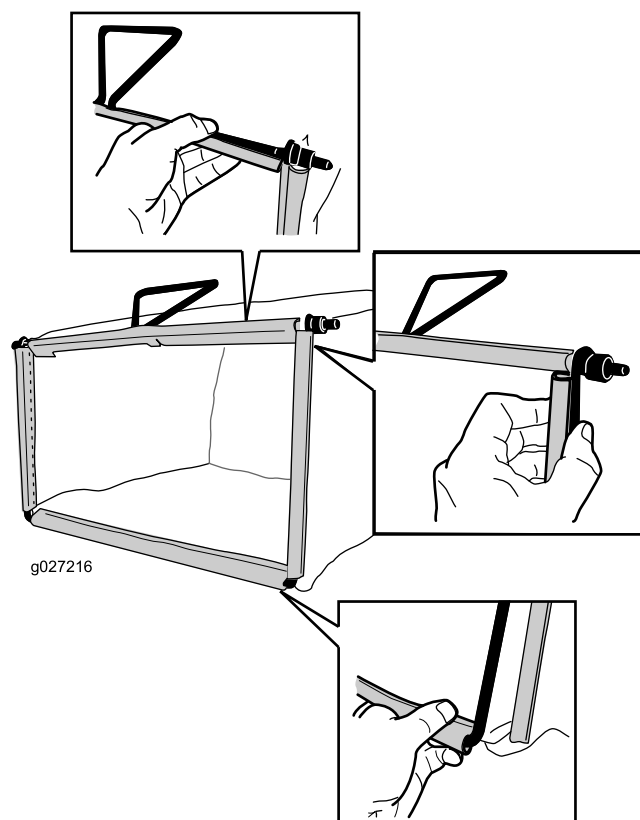

Figura 8
2. Enganche el canal inferior del recogedor en la parte inferior del bastidor (Figura 8).
3. Enganche los canales superiores y laterales del recogedor en la parte superior y en los laterales del bastidor, respectivamente (Figura 8).